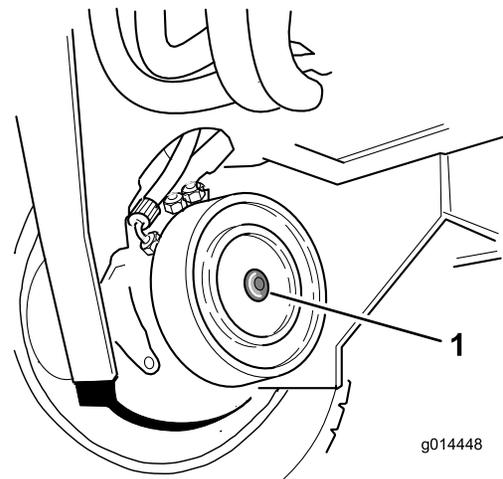

Figura 62
2. Identificate il gruppo freno a disco della ruota anteriore destra e rimuovete il tappo esagonale (Figura 62).